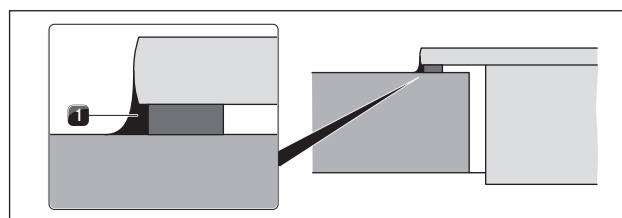

Fig. 4.46 Silikonmasse ved overflademontering
- ▶ Dysesættets selvklæbende typeskilte, som er vedlagt leveringsomfanget, klistres oven på dysesættets typeskilt på undersiden af kogepladen (se fig. 4.46) og på den næstsidside af brugsanvisningen.